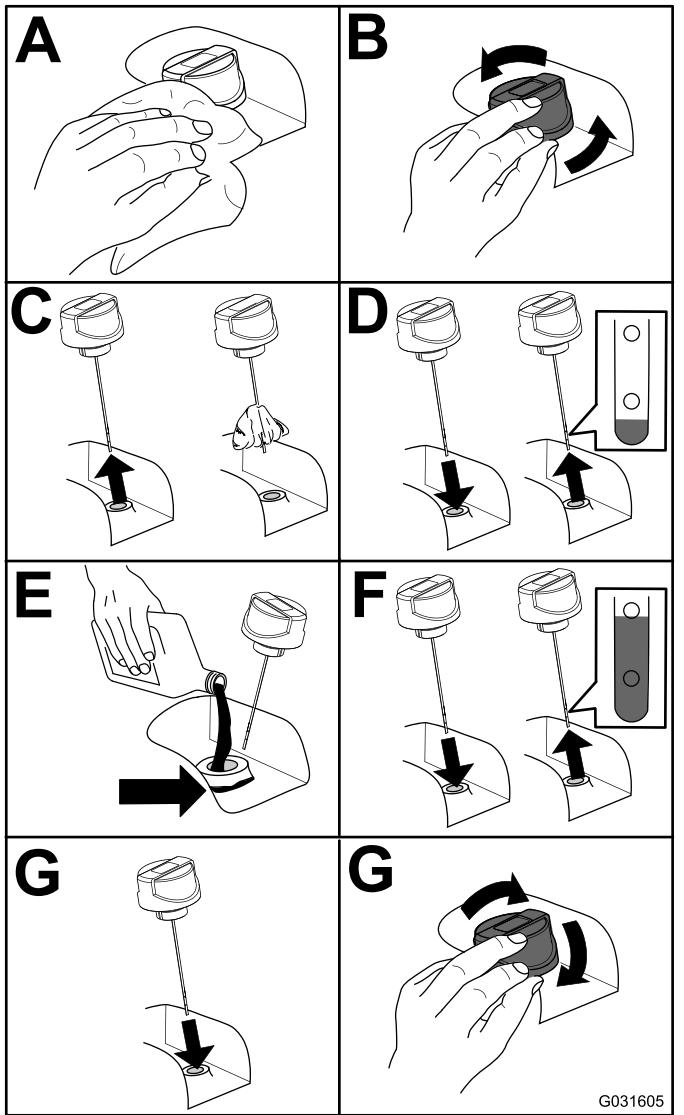

Figura 97
2. Compruebe el nivel de fluido hidráulico (Figura 97).
5. Llene el depósito con fluido hidráulico (Figura 97).